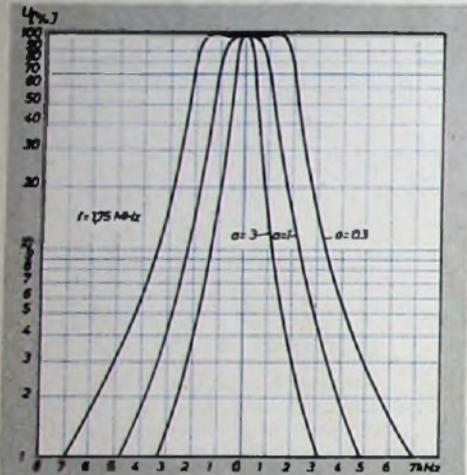
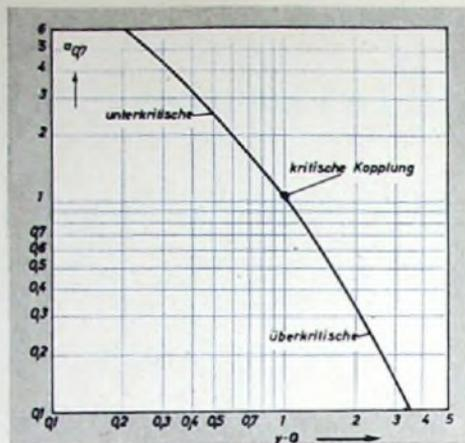
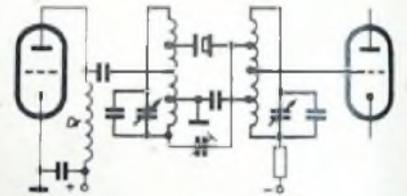

Abb. 5. Durchlaßkurven eines Dreikreisfilters mit unterkritischer ($a=3$), kritischer ($a=1$) und überkritischer ($a=0,3$) Kopplung
Abb. 6. a_{er} bei verschiedenen Werten von $y \cdot Q$
Abb. 8. Änderung des Resonanzwiderstandes der Spulenkreise durch gegenläufiges Verstimmen
breite von nur ± 15 Hz (s. Tab. I). Das ist selbst für cw zuwenig. Die beiden Spulenkreise müssen den elektrischen Daten des Quarzes genau angepaßt sein. Je nach Kopplungsgrad erhält man drei typische Durchlaßkurven (Abb. 5) für die unterkritische ($a > 1$), die kritische ($a = 1$) und die überkritische ($a < 1$) Ankopplung.
In Abb. 5 bzw. 6 sei eine leicht überkritische Ankopplung zugrunde gelegt ($a = 0,8$). Hierzu gehört nach Abb. 6 der Wert $y \cdot Q = 1,15$. Die erforderliche Kreisgüte Q ist
Bei cw-Betrieb ist ein ausgesprochener „flat-top“ nicht erforderlich. Man kann die drei Kreise unterkritisch koppeln und eine Bandbreite $b = \pm 500$ Hz wählen. In analoger Weise errechnet sich die relative Bandbreite zu $0,57 \cdot 10^{-3}$. Die Kreisgüte liegt mit 400 fest. Jetzt ist $y \cdot Q = 0,57 \cdot 10^{-3} \cdot 400 = 0,23$. Nach Abb. 6 gehört hierzu ein a -Wert von etwa 5,0. Die Ankopplung des Quarzes hat jetzt noch „tiefer“ zu erfolgen.
Das beschriebene Quarzfilter arbeitet deshalb so günstig, weil in jeder Schaltstufe der Bandbreitenregelung kompromißlos eine optimale Anpassung möglich ist. Die hohen Kreisgüten kommen in der HF-Verstärkung zur Auswirkung. Beim „Köln“ hingegen ist die Ankopplung des Quarzes einmal festgelegt [5]. Durch gegenläufiges Verstimmen (Abb. 8) der Spulenkreise wird deren Resonanzwiderstand verkleinert bzw. die Güte der Kreise verschlechtert. Wenn in Formel (3) der Wert Q kleiner wird, steigt der Wert a in Abb. 6, und damit wird die Durchlaßbreite kleiner. Mit zunehmender Kreisdämpfung verschlechtert sich jedoch die Flankensteilheit der Durchlaßkurve. Man benötigt deshalb praktisch zwei Filter, um das zu erreichen, was ein Quarzfilter in der beschriebenen Art leistet. Den kleinen Nachteil der stufenweisen Regelung — gegenüber der kontinuierlichen im „Köln“ — gleicht die regelbare Rückkopplung des 1-V-1 aus. Durch doppelseitiges Verändern des Ankopplungs-